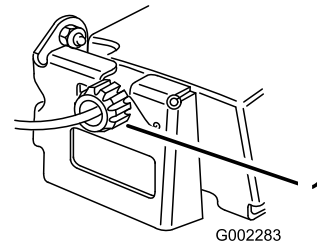

Figura 26
Si el cortacésped no avanza o si tiene tendencia a avanzar lentamente cuando la barra de control está a más de 3,8 cm del manillar, ajuste el mando de control de la transmisión de las ruedas, en la parte trasera de la caja de engranajes (Figura 26).
2. Gire el mando de control en el sentido de las agujas del reloj 1/2 vuelta si el cortacésped no avanza. Si el cortacésped avanza lentamente, gire el mando 1/2 vuelta en el sentido opuesto a las agujas del reloj para aflojar la correa (Figura 26).